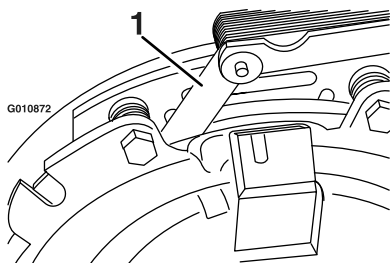
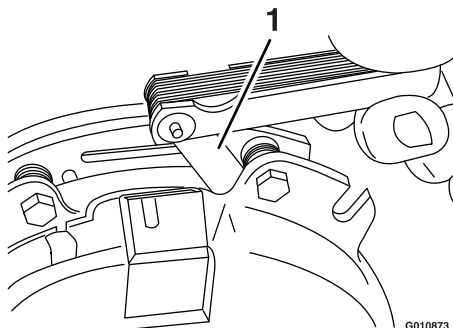

Figure 82
Figure 83
- E. A l'aide d'une jauge d'épaisseur de 0,25 mm (0,01 po), vérifiez qu'il existe un entrefer entre le rotor et la face de l'induit, de chaque côté du pôle de frein, comme montré à la Figure 82 et la Figure 83.